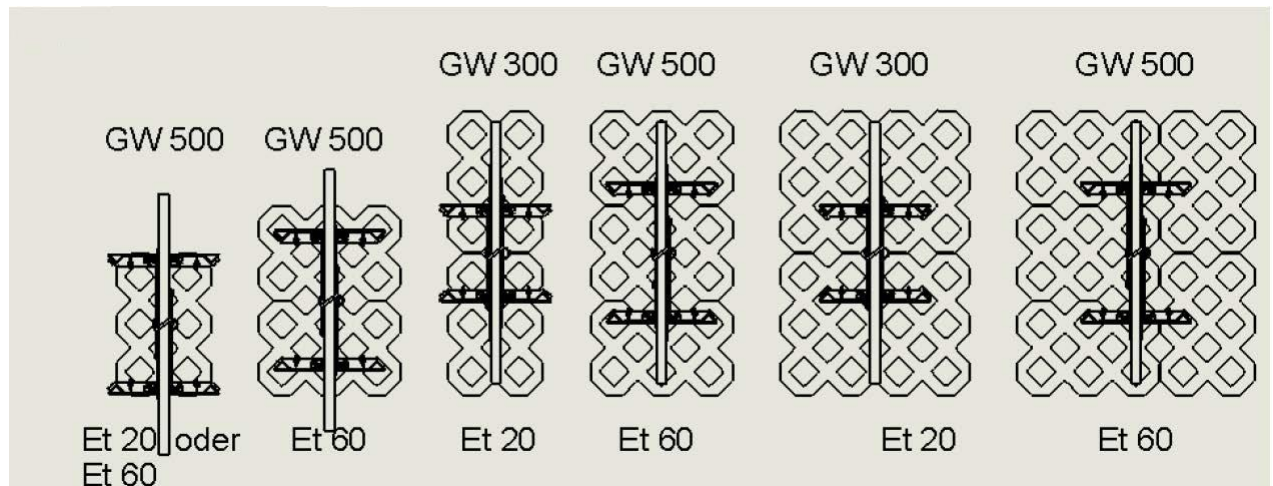

Fig. 1
Le merci di presa illustrato (finitrici erba) può in solo due Versteckungsbohrungen (ogni quarto foro dall'interno) per un'area / impugnatura larghezza di presa (GW) di circa 300 mm e Versteckungsbohrungen (ogni 7 foro dall'interno) per un'area / impugnatura larghezza di presa (GW) essere afferrato da 500 mm (→ Fig. 1)